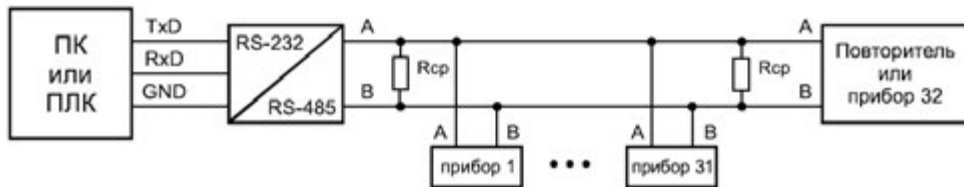

Рисунок 1.1 – Типовая схема промышленной сети RS-485
1.1 Интерфейс стандарта EIA RS-232C предназначен для последовательной связи двух устройств. Он является общепринятым и широко используется в аппаратных комплексах с подсоединением внешнего оборудования к персональному компьютеру (ПК). Интерфейс RS-232C предусматривает использование «несимметричных» передатчиков и приемников, при этом передача данных осуществляется с помощью «несимметричного» сигнала по двум линиям - TxD и RxD, а амплитуда сигнала измеряется относительно линии GND («нуля») (рисунок 1.1). Логической единице соответствует диапазон значений амплитуды сигнала (напряжения) от минус 12 до минус 3 В, логическому нулю - от +3 до +12 В. Диапазон от минус 3 до +3 В соответствует зоне нечувствительности, определяющей гистерезис приемника. Несимметричность сигнала обуславливает низкую помехозащищенность данного интерфейса, особенно при промышленных помехах. Наличие линий приема (RxD) и передачи (TxD) данных позволяет поддерживать полнодуплексную передачу информации, т.е. одновременно информация может как передаваться, так и приниматься.